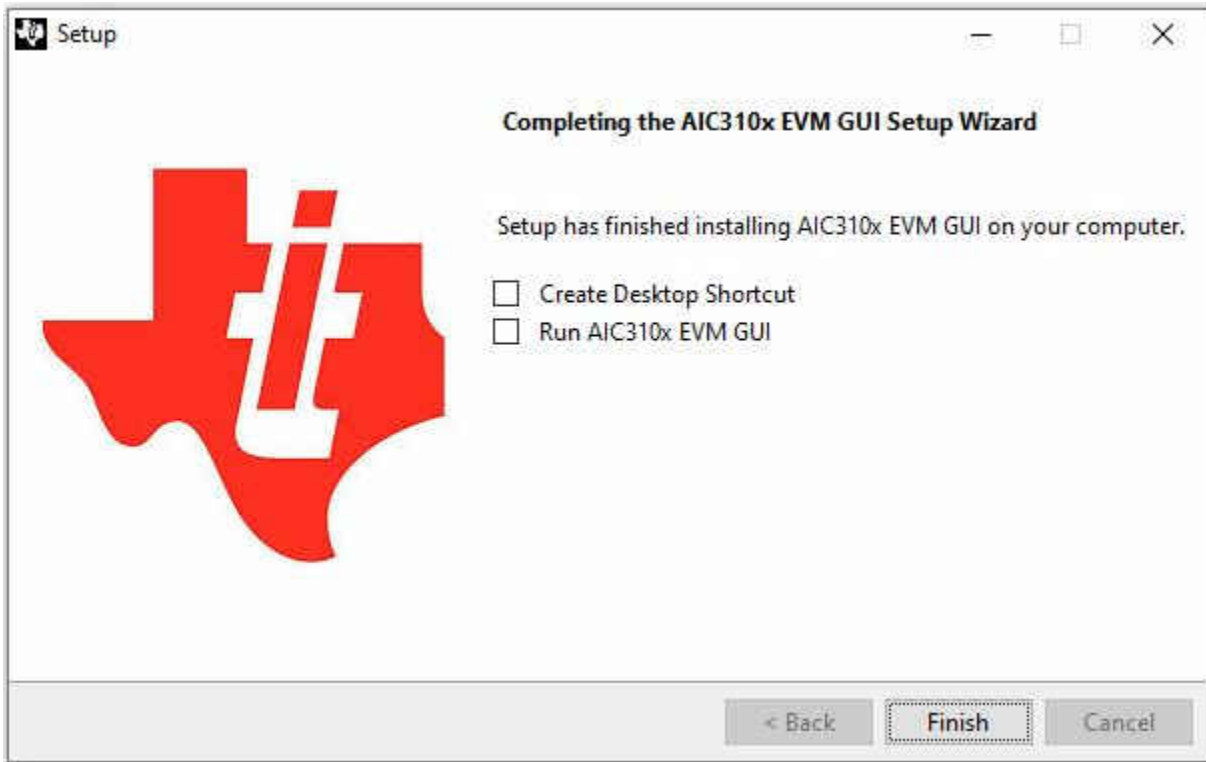

图 1-11. 安装已完成
16. 安装现已完成 ( 图 1-11 )。确认是否要创建快捷方式并运行 AIC310x EVM GUI，或者点击 *Finish* 结束安装。